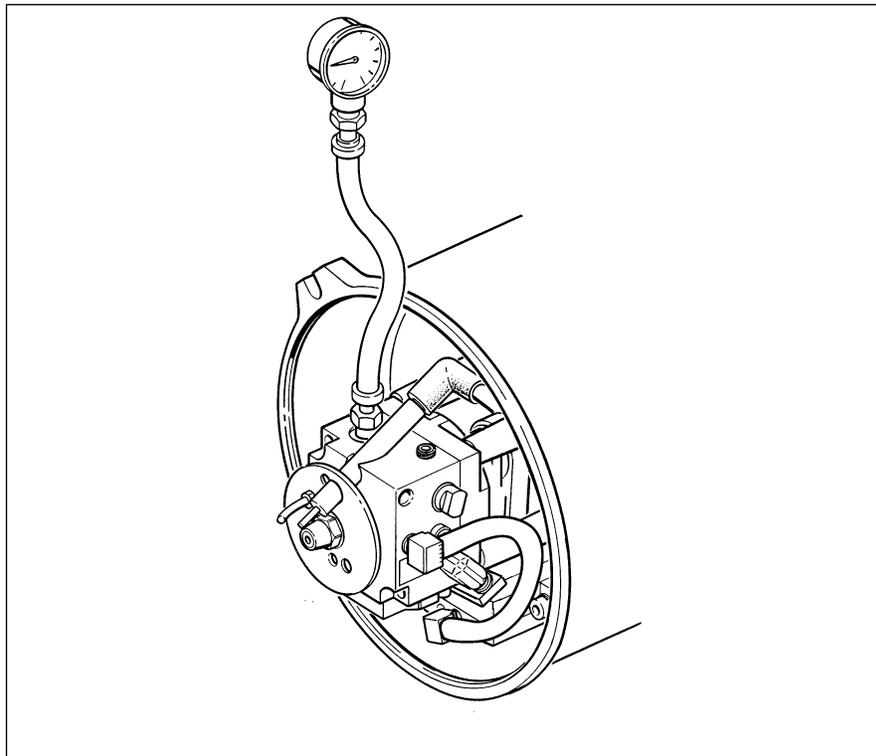

Figure 4-11 Essai de pression du carburant
- b) Retirer les joints toriques de la pompe à carburant et connecter le manomètre N/P PK0067. (voir figure 4-11)
VÉRIFIER l'écartement des électrodes pendant que la tête du brûleur est retirée de l'échangeur de chaleur. L'écartement devrait être comme sur le diagramme. (Voir figure 4-11)